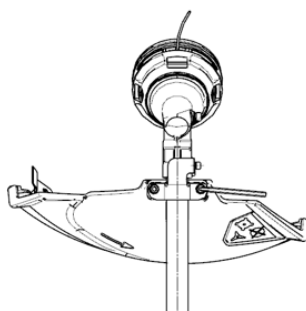

Fig.6
1. Levante a cabeça de corte e coloque-a no chão; Alinhe os dois furos de montagem na proteção com os dois furos de montagem na base do veio. Certifique-se de que a superfície interior da proteção está virada para a cabeça de corte; Utilize a chave Allen nº 2 para fixar os parafusos de proteção no lugar (Fig. 6).